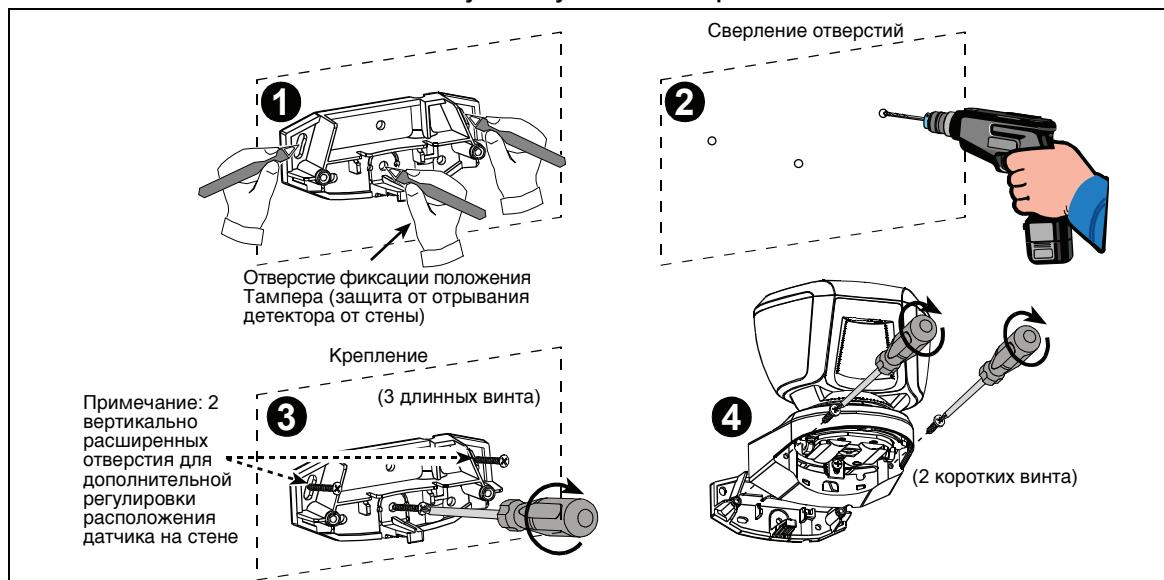

Рисунок 4 – установка
- Закрепите крепежный кронштейн (см. Рис. 4) и зафиксируйте детектор на ровной стене или столбе. Неподвижная часть кронштейна должна ровно прилегать к крепежной поверхности, и должна быть правильно ориентирована по вертикальной и горизонтальной плоскостям при помощи специального уровня.
- Закрепите детектор на неподвижном кронштейне (см. рис. 4 шаг 4).